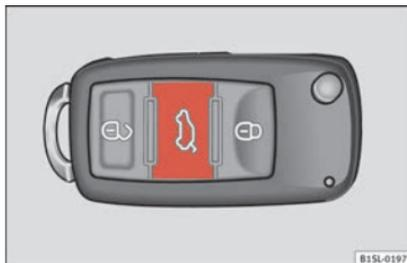

Abb. 106 Im Fahrzeugschlüssel: Taste zum Entriegeln und Öffnen der Heckklappe.
- Drücken Sie die Taste  im Fahrzeugschlüssel » **Abb. 106** etwa eine Sekunde lang, um die Heckklappe zu entriegeln.